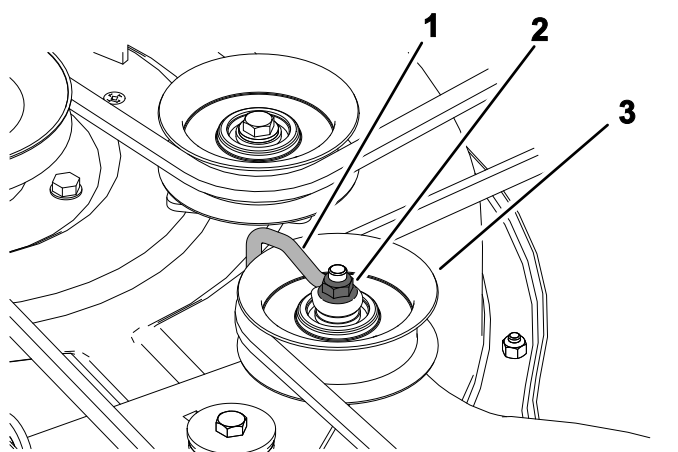

Figure 57
6. Sur les plateaux emboutis, desserrez l'écrou qui fixe le fil métallique à la poulie de tension (Figure 57).
Remarque: Placez le fil métallique contre le bras de la poulie de tension, comme montré à la Figure 57.